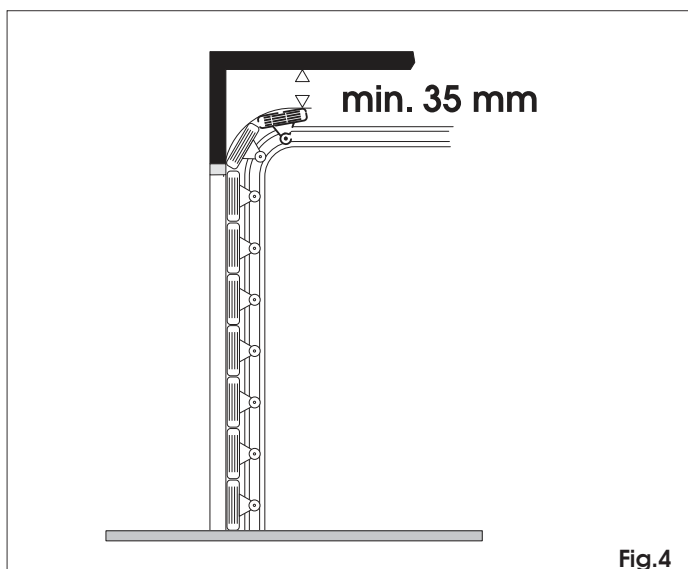

Fig. 4
Maksymalne wymiary od sufitu (mm)	35 (Rys. 4)
- Sprawdzić, czy pomiędzy sufitem a najwyższym punktem przesuwu bramy występuje co najmniej 35 mm wolnej przestrzeni (Rys. 4).
- 2) Na nadprożu nakreślić linię poziomą odpowiadającą maksymalnej wysokości osiągniętej przez drzwi podczas ruchu (patrz Rys. 4).